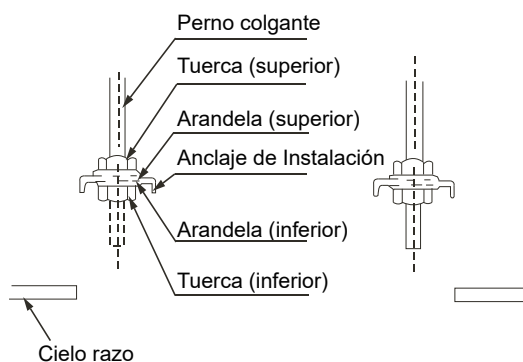

Figura 3.4
1) Ajuste la ubicación de la tuerca y determine el espacio entre la arandela (lado inferior) y el techo de acuerdo con la situación real de la construcción. Consulte la Figura 3.4.